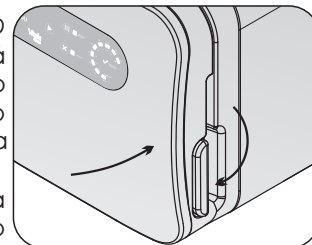

Fig. 8
- Feche a porta da autoclave pressionando-a contra a câmara (vaso de pressão) e movendo o fecho totalmente para baixo até o final do curso (Figs. 8 e 9).